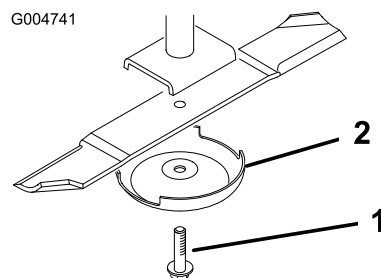

Bild 129
3. Entfernen Sie die Messerschraube, die Antiskalpierkuppe und das Messer von der Spindelwelle (Bild 129).